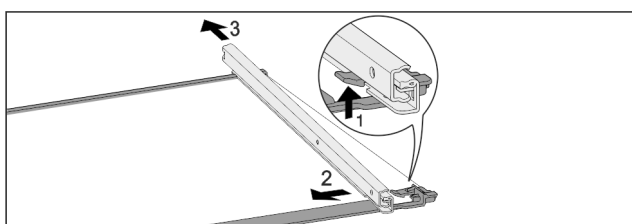

Fig. 84 Placa de sticlă cu șine
- ▶ Apăsați în sus cârligul de blocare frontal. Fig. 84 (1)
- ▶ Îndepărtați șinele de extragere prin împingere în lateral Fig. 84 (2) și spre spate Fig. 84 (3).